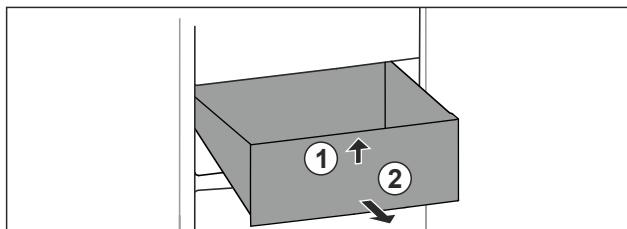

Fig. 68
- Підняти висувний ящик спереду. Fig. 68 (1)
- Вийняти висувний ящик рухом вперед. Fig. 68 (2)